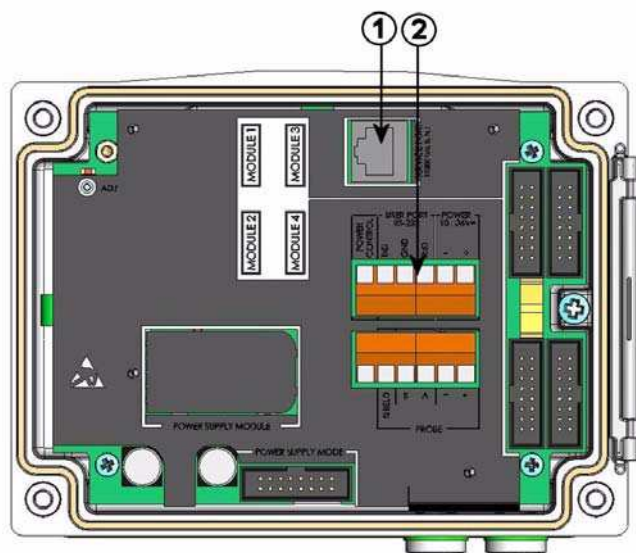

Рисунок 36 Разъем порта обслуживания и клеммы пользовательского порта на системной плате
Цифрами на рис. 36 обозначены.
- Цифрами на рис. 36 обозначены.